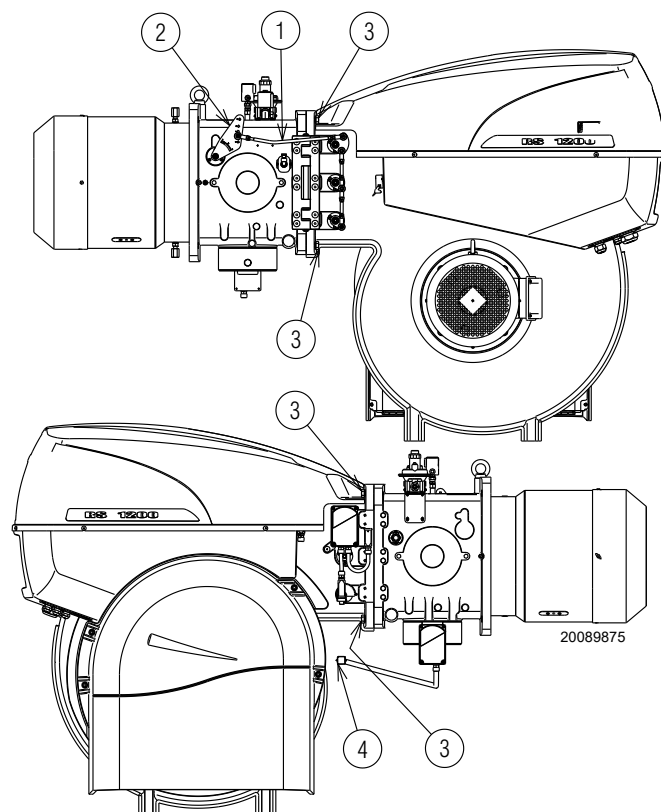

Abb. 33
- Den Zuganker 1)(Abb. 33) des Steuerhebels des Flammkopfs durch Lockern der Mutter 2) entfernen.